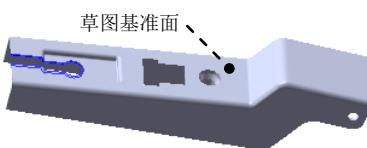

图 16.5.36 切除一拉伸 4
Step8. 创建图 16.5.36 所示的切除一拉伸 4。
(1) 选择命令。选择下拉菜单 $\text{插入(I)} \rightarrow \text{切除(C)} \rightarrow \text{拉伸(E)...}$ 命令。
(2) 定义特征的横断面草图。
① 定义草图基准面。选取图 16.5.36 所示的表面作为草图基准面。